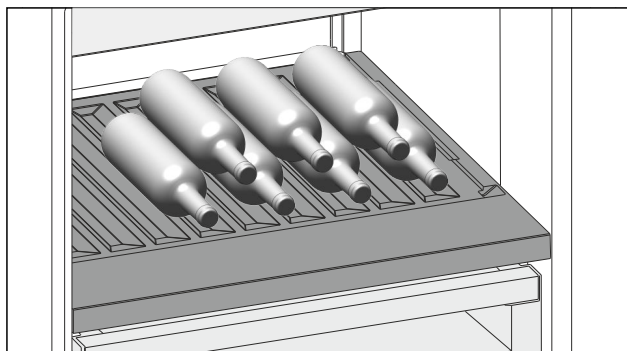

Fig. 157
- A palackokat az aljukkal hátrafele helyezze a hátfalhoz. (lásd Fig. 157)